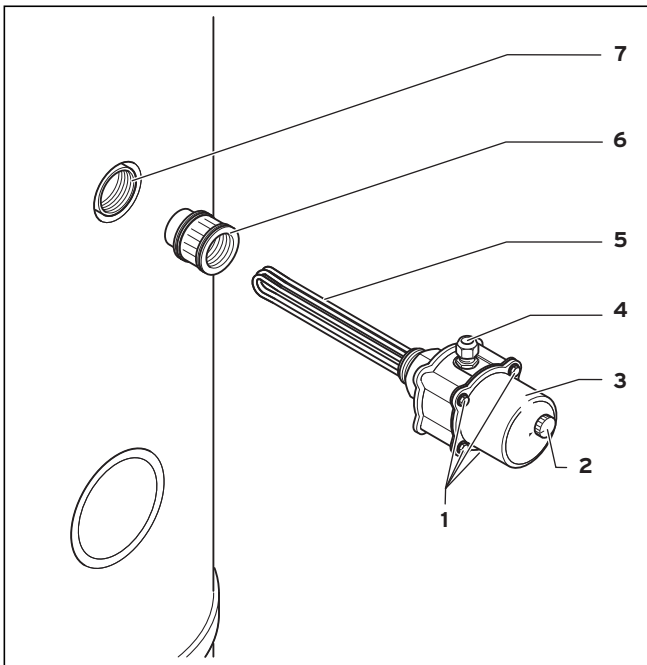
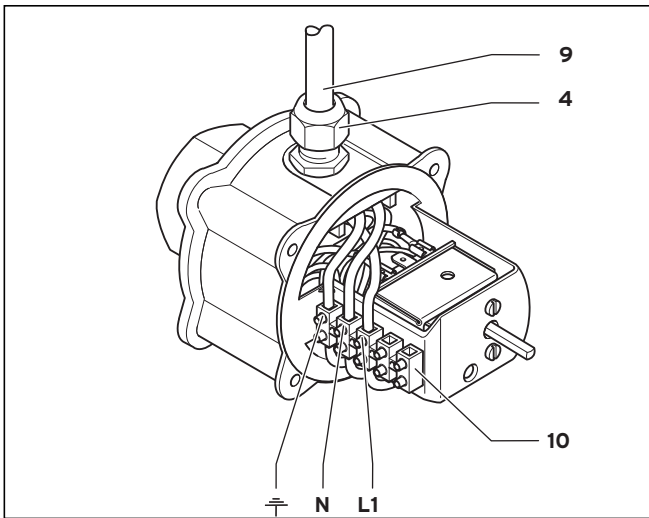
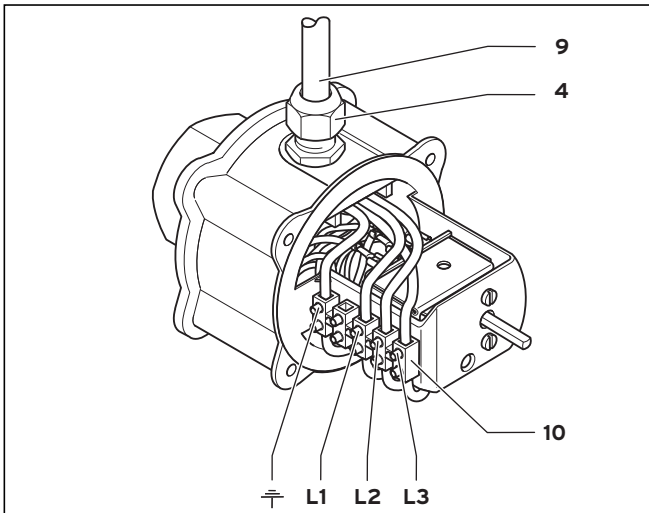

Abb. 1 Elektroheizstab installieren
Abb. 2 Elektrische Installation 230 V-Elektroheizstab
Abb. 3 Elektrische Installation 400 V-Elektroheizstab
Gehen Sie bei der elektrischen Installation folgendermaßen vor (siehe Abb. 1 bis Abb. 3):
- Knopf vom Einstellregler (2) abziehen.
- 4 Sechskantschrauben (1) lösen.
- Gehäusedeckel (3) abziehen.
- Kabel (9) bauseits mit PG-Verschraubung (4) befestigen.
- Kabel (9) bauseits in Ausführung gemäß Abb. 2 (230 V) oder Abb. 3 (400 V) an die Klemmleiste (10) anschrauben.
- Gehäusedeckel (3) aufsetzen und mit 4 Sechskantschrauben (1) befestigen.
- Knopf auf Einstellregler (2) aufstecken.